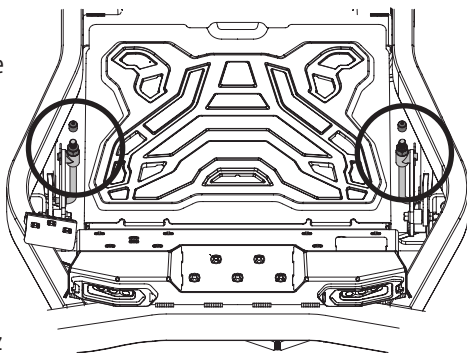

Figure 45
- a. Retirez le capuchon des tiges de relevage avant du plateau et gardez-les pour utilisation ultérieure. Voir Figure 45.